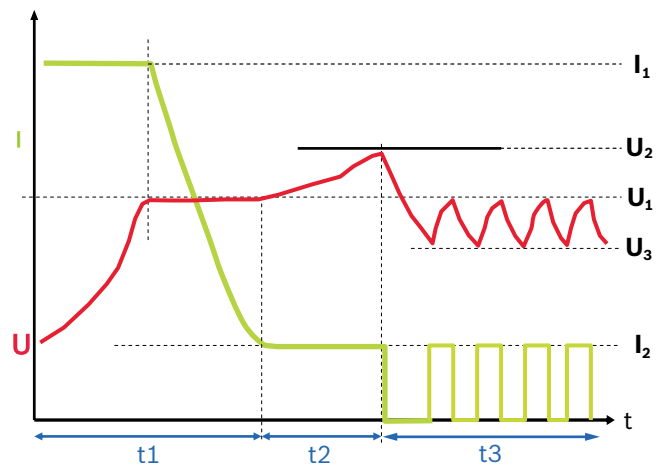

Fig. 4: Courbe caractéristique de charge
- 1 Progression de la charge (voir la courbe caractéristique de charge fig. 4)